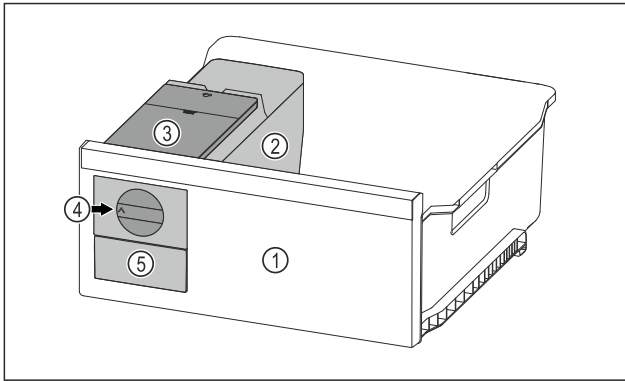

Fig. 96 Beispielhafte Darstellung
- Drehknopf Fig. 96 (4) im Uhrzeigersinn bis zum Anschlag drehen.
- Eiskubel fallen aus der Eiskubelschale in das Eiskubelschubfach Fig. 96 (5).